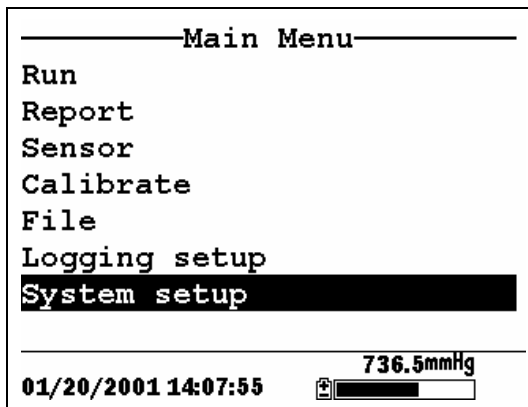

图 10.1 主菜单（Main Menu）
- 2.使用箭头键选中数据滤波（**Data filter**）选项。见图 10.1 主菜单（Main Menu）。
- 2.使用箭头键选中 **ID** 选项。见图 10.1 主菜单 (Main Menu)。
- 7.使用箭头键选中 **GLP Filename** 选项。见图 10.1 主菜单 (Main Menu)
- 2.使用箭头键选中 **TDS Constant** 选项。见图 10.1 主菜单 (Main Menu) 。